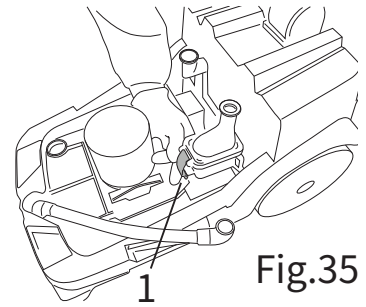

Fig.35
- 保持レバーを放し(図35、参照1)、切換バルブのカバーを取り外します。